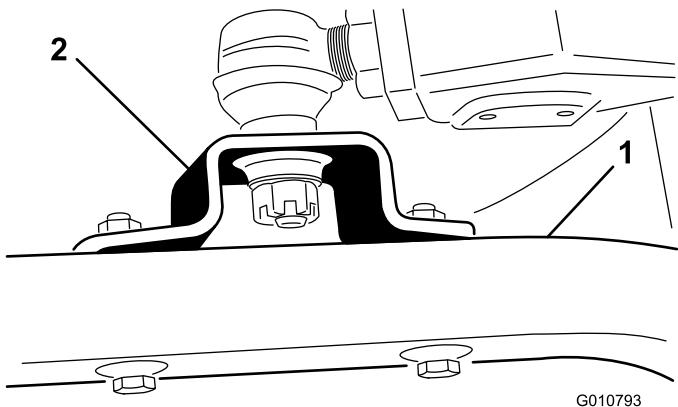

図 19
- ボールジョイントマウントをデッキのキャスタームに固定しているキャップスクリュとロックナットを外す図 19。
- 昇降レバーをフロート位置とする。昇降レバーを押し下げる、ボールジョイントの穴とキャスタームの穴とを整列させる図 19。